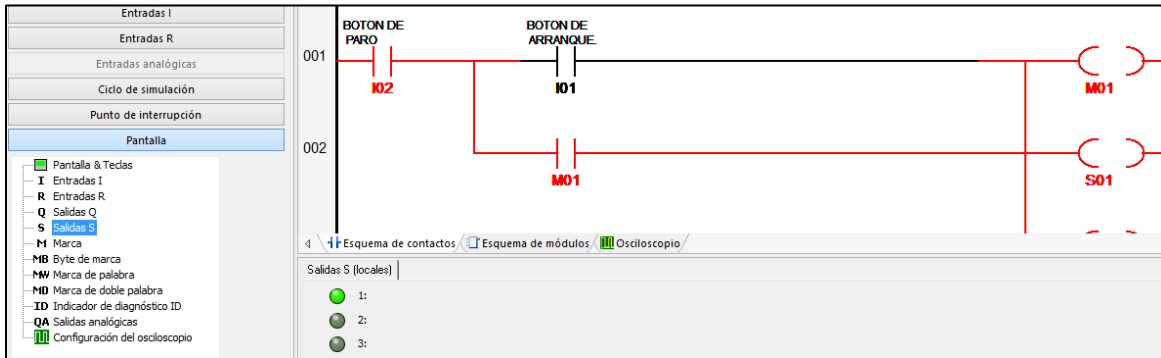

Imagen 2.3.11. pantalla
5.- Pantalla: nos muestra los diferentes elementos que se activan o se desactivan dependiendo del funcionamiento de nuestro diagrama, en la imagen 2.3.11 se muestra un ejemplo.